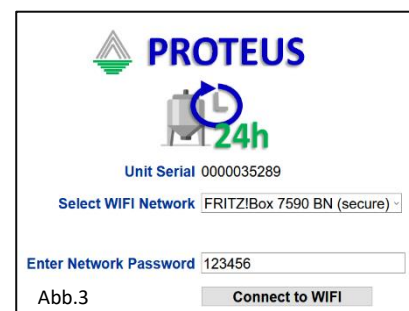

Abb.3
3. Geben Sie anschließend in der Adresszeile Ihres Smartphone- oder Computer-Webrowsers die feste IP-Adresse des Ecofrog (**192.168.4.1**) ein und laden Sie die Anzeigeseite des Sensors (Abb.3).